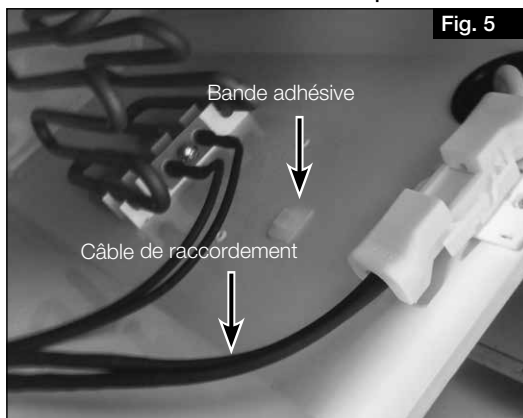

Fig. 5
6. Coller les supports adhésifs fournis sur le côté de la paroi de l'appareil (Fig. 5).